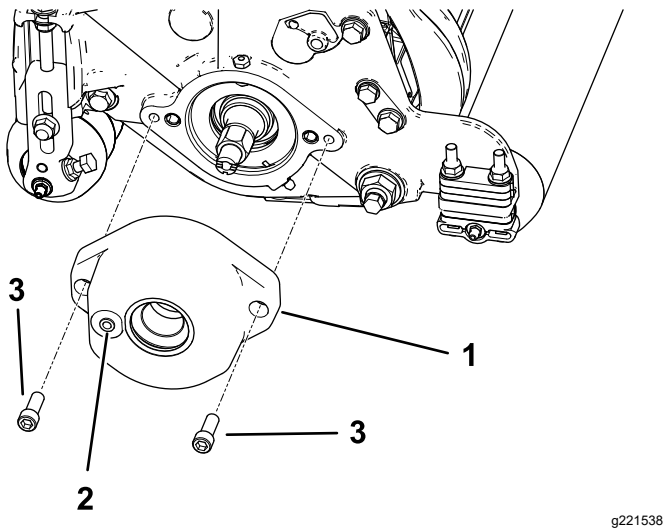

Bild 4
2. Nur Modell 03408: Montieren Sie das Rollenbürstengehäuse mit zwei Sechskantschrauben (3/8" x 1") am Spindellagergehäuse, siehe Bild 4.